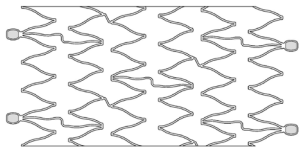

Figure 2 – Stent en nitinol
- Un stent auto-expansible en alliage de nickel-titane (nitinol), comme décrit sur la Figure 2. Le stent est une prothèse tubulaire maillée fine et flexible, de conception hélicoïdale, qui atteint son diamètre maximal après déploiement dans le vaisseau cible. Après déploiement, le stent exerce une force radiale vers l'extérieur sur la surface luminale du vaisseau afin d'assurer la perméabilité.